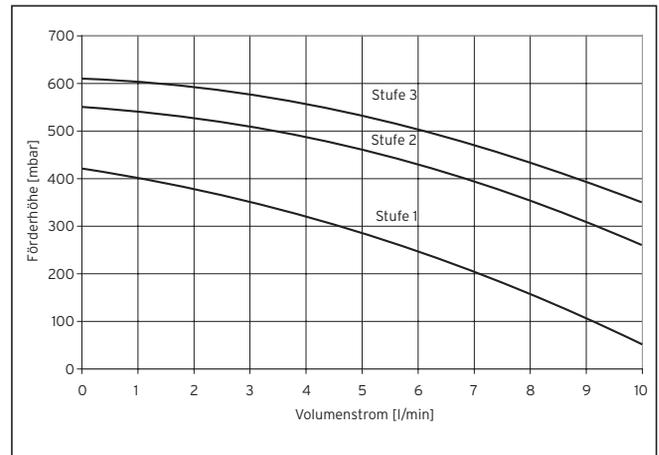

Abb. 5.1 Förderhöhe der Solarstation /4
Die Pumpenleistung in Abhängigkeit der Anlage so wählen, dass die tatsächliche Durchflussmenge laut Pumpenkennlinie (Abb. 5.1) etwas höher liegt als die Nenndurchflussmenge. Es sollte die bei der Auslegung der Solaranlage bestimmte Pumpenstufe eingestellt werden. Nach der Grobeinstellung durch die Umwälzpumpe, die Feineinstellung am Stellventil (1) des Durchflussmengenbegrenzers mit Hilfe eines Innensechskantschlüssels vornehmen.